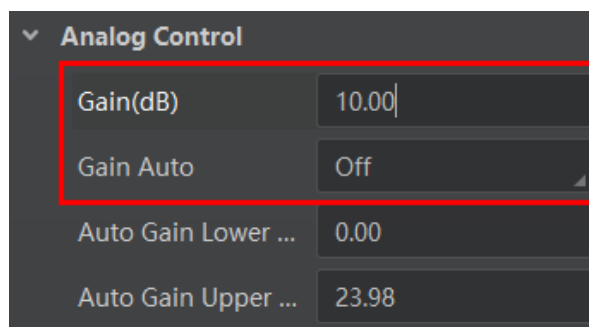

图5-4 增益设置
- 增益设置：增益分为手动、一次自动和连续自动三种模式，根据使用需求，推荐使用手动模式。找到 *Analog Control* 属性下的 *Gain Auto* 参数，下拉选择 *Off*；通过 *Gain* 参数手动设置增益值，如图 5-4 所示。